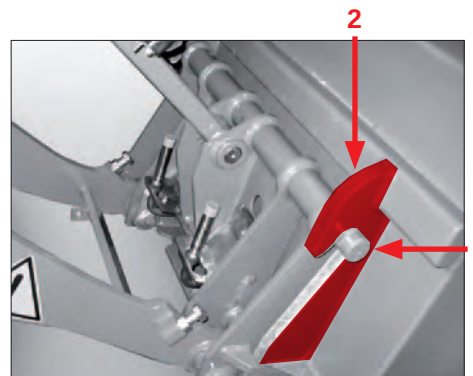
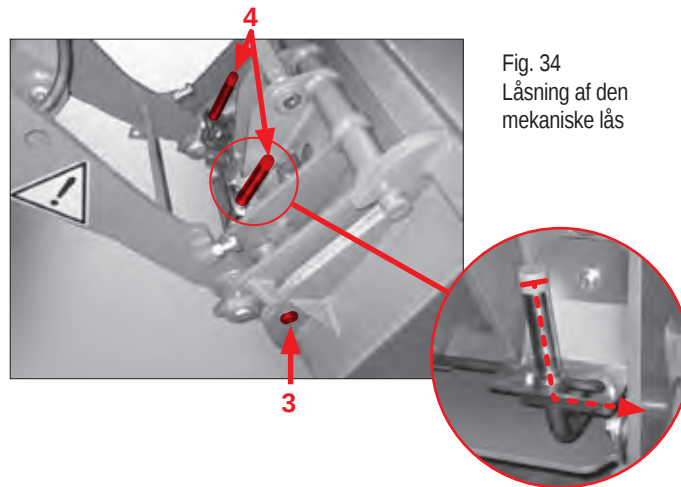

Fig. 33
Fig. 34
1. Kør hen til redskab med læsseren (Fig. 33).
2. Anbring optagebolten pos. 1 under optagekrogen pos. 2.
4. Før låseboltene pos. 3 (Fig. 34) ind. Tryk grebene på låseboltene pos. 4 ned.
5. Sørg for, at grebene på låseboltene pos. 4 er gået i indgreb, når de er blevet låset.